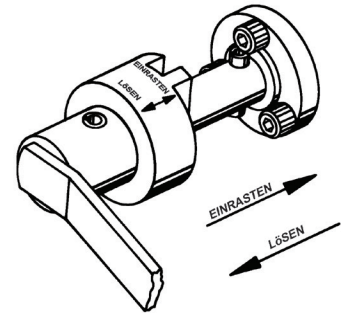

Abbildung 5
1. Sicherstellen, dass vor der Montage des Motors der Einrastmechanismus auf dem Montagebock eingerastet ist. Siehe Abbildung 5.
Um eine Motorenstabilität in allen Positionen zu gewährleisten, ist dieser Montagebock mit einem Handkurbel-Einrastmechanismus ausgestattet. Siehe Abbildung 5.